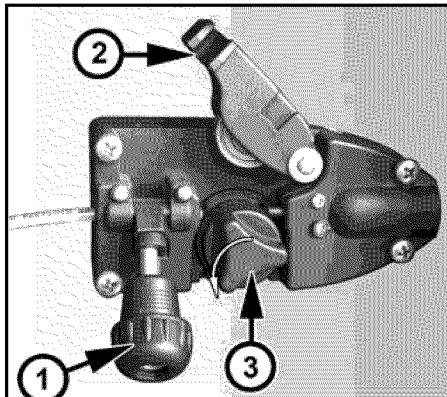
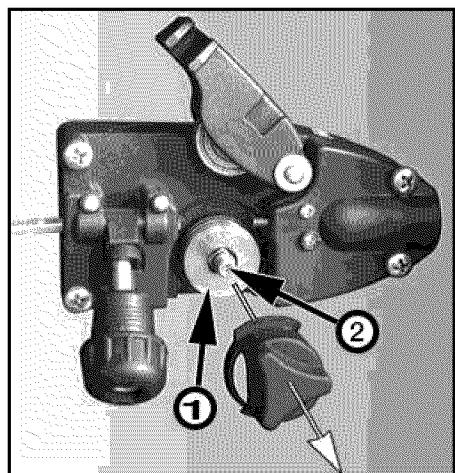

Fig. 2a
Fig. 2b
- Libere la tensión de impulsión aflojando y desenganchando la perilla de ajuste de la tensión de impulsión (Fig. 2a, 1) del brazo de tensión de impulsión (Fig. 2a, 2). Levante el brazo de tensión de impulsión (Fig. 2a, 2).
- Rote la tapa del rodillo impulsor (Fig. 2a, 3) en sentido contrario al de las agujas del reloj y retírela del rodillo impulsor (Fig. 2b, 1).
- Tire del rodillo impulsor para extraerlo de su eje. (Fig. 2b, 2).